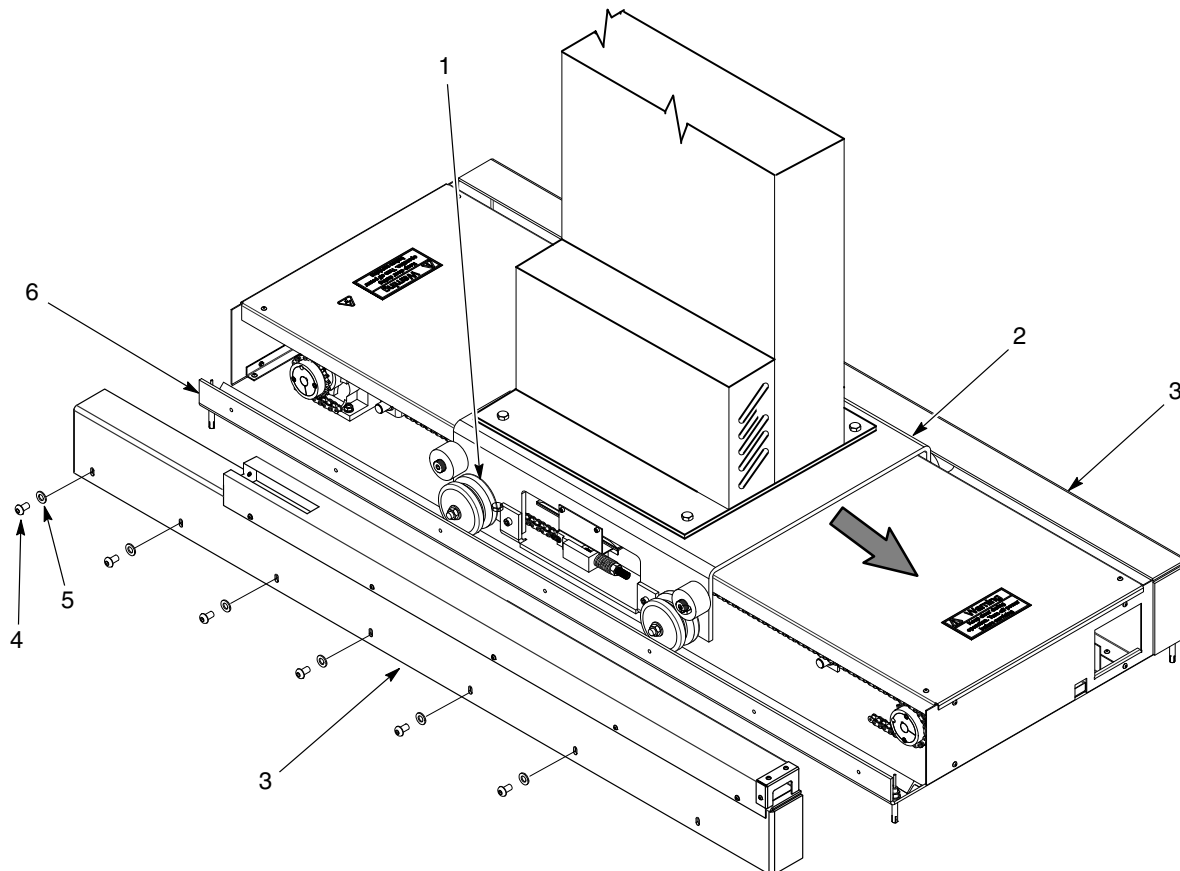

Figura 14 Extraer las cubiertas laterales del posicionador
1. Ver la figura 14. Extraer los tornillos (4), las arandelas (5), y las cubiertas laterales (3) de la base del posicionador (6).
2. Colocar el carro (2) con el soporte de la pistola hacia el extremo del posicionador donde se sustituye la rueda, alineando la rueda de ranura en V (1) dejando espacio para acceder a la parte interior del carro donde se ubica el tornillo de cabeza plana de ranura en V.
1. Extraer las cubiertas laterales tal y como se muestra en la figura 14. Mover el carro tal y como sea necesario para acceder a la cadena activadora y los bloques de cadena.
2. Extraer la tuerca (5) de la varilla roscada (6). El muelle del tensor (4) con desplazamiento fuera de la varilla roscada.
3. Extraer las uniones maestras (1) de los bloques de cadena (2).
6. Fijar la cadena a los bloques de cadena (2) utilizando las uniones maestras (1).
7. Introducir la varilla roscada (6) a través del bloque del tensor de cadena (3). Colocar el muelle del tensor (4) en la varilla roscada y apretar con la tuerca (5).
1. Ver la figura 14 para extraer la cubierta lateral para exponer el piñón de cadena.